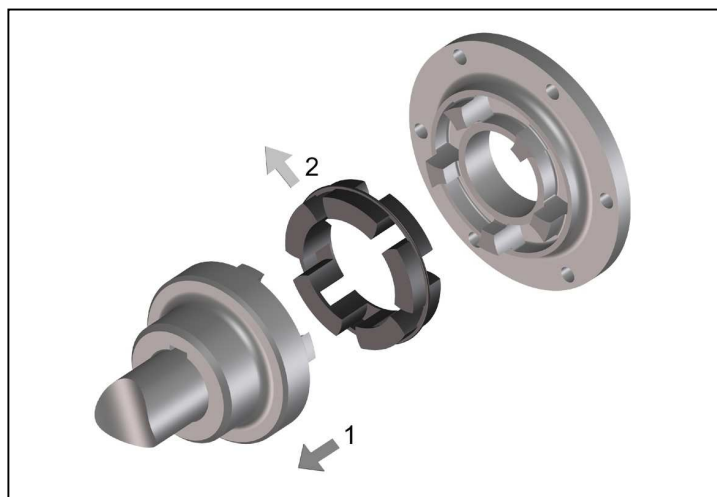

Bild 11
- Nehmen Sie den Zwischenring heraus (Bild 11, Pos. 2).